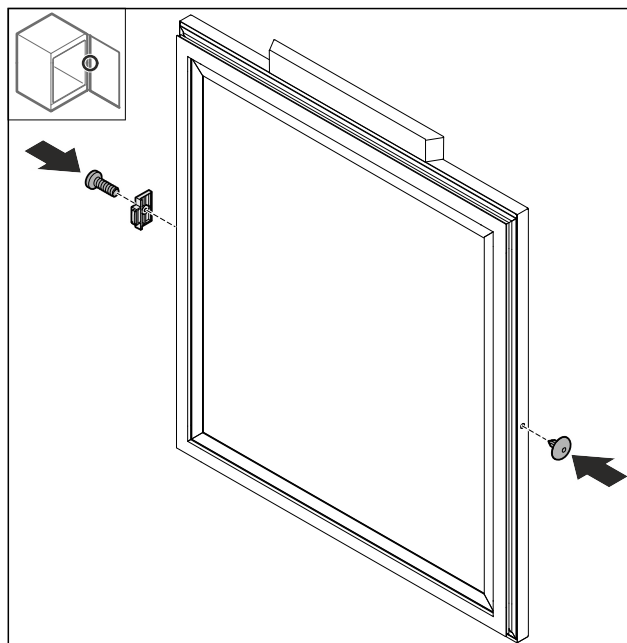

Fig. 74
- ▶ Смонтируйте ограничитель хода двери Fig. 74 (1) на противоположной стороне, повернув его на 180°.
- ▶ Установите крышку Fig. 74 (2) на противоположной стороне.